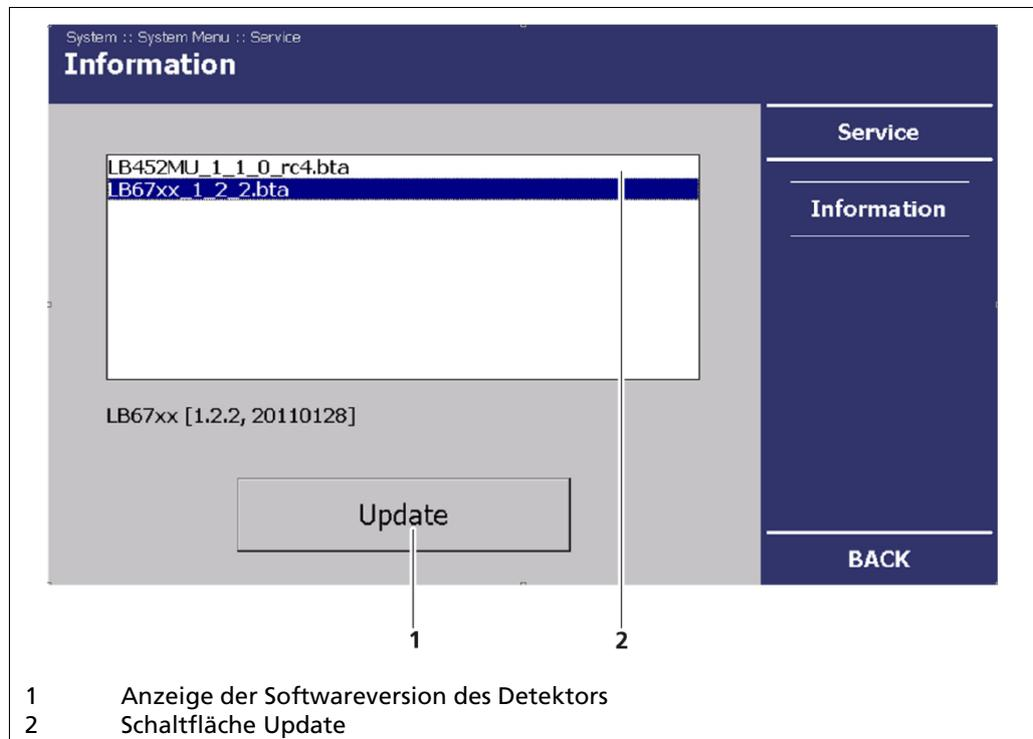

Abb. 46 Systemmenü, Service – Information (Update -Detektor)
3. Wählen Sie die passende Updatedatei aus (Abb. 46, Pos. 3).